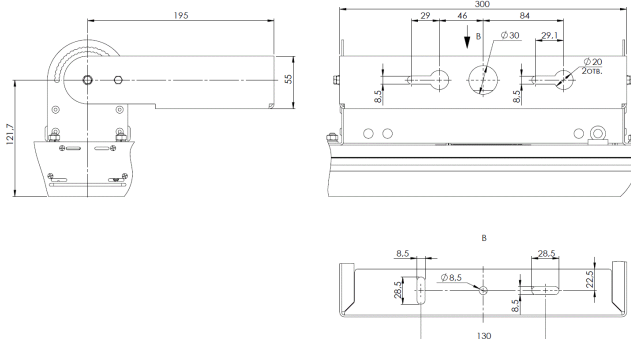

Рисунок 1
- Размеры монтажных отверстий и их положение указаны на рис.1.